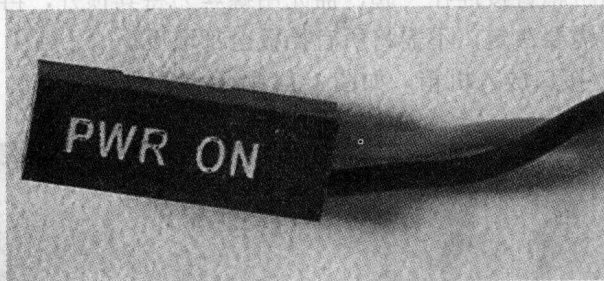

图 1-15 电源指示灯接线
① PC 喇叭的 4 芯插头，实际只有 1、4 两根线。1 线通常为红色，接在主板上标记为 Speaker 的插针上。在连接时，注意红线对应 1 的位置(注：有些主板将正极标为“1”，有些标为“+”，适情况而定)。
② Reset 接头连着机箱的 Reset 键，该接头必须连接到主板的 Reset 插针上。Reset 插针的作用是：当它们短路时，电脑就重新启动。Reset 键是一个开关，按下时产生短路，松开时恢复开路，瞬间的短路就使电脑重新启动。
③ ATX 结构的机箱上有一个 2 芯插头的总电源开关接线，它和 Reset 接头一样，按下时短路，松开时开路。按一下，电脑的总电源被接通，再按一下就关闭。另外，可以在 BIOS 里设置为开机时必须按电源开关 4 秒钟以上才会关机，或者不用按开关来关机，而只能靠软件关机。
④ 如图 1-15 所示的 3 芯插头是电源指示灯的接线，使用 1、3 位，1 线通常为绿色。在主板上，插针通常标记为 Power，连接时注意绿色线对应于第一针(+)。连接完毕后，电脑一开机，电源灯就会始终亮着，指示电源已经打开。